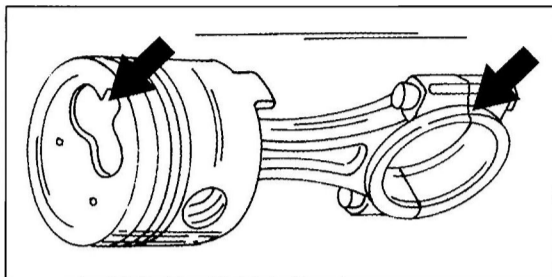

Bild 101
- Kolben und Pleuellstangen zum Zusammenbau auslegen, d. h. der Ausschnitt in der Verbrennungskammer und die Nase für die Pleuellagerschale müssen auf der gleichen Seite liegen, wie es Bild 100 zeigt, falls die Kolben dieses Aussehen haben. Unterschiedliche Einzelheiten sind zu beachten, wenn der Kolben eine runde Mulde im Kolbenboden hat. In diesem Fall muss man sich an Bild 101 halten. In diesem Fall muss man die Kennzeichnung (1) im Kolbenboden (Motortyp, Kolbendurchmesserangabe und Lieferant) wie gezeigt anordnen. Die Nummer der Pleuellstange (2) muss gegenüber der Nut (3) für die Öffnung zum Kühlen des Kolbens liegen.